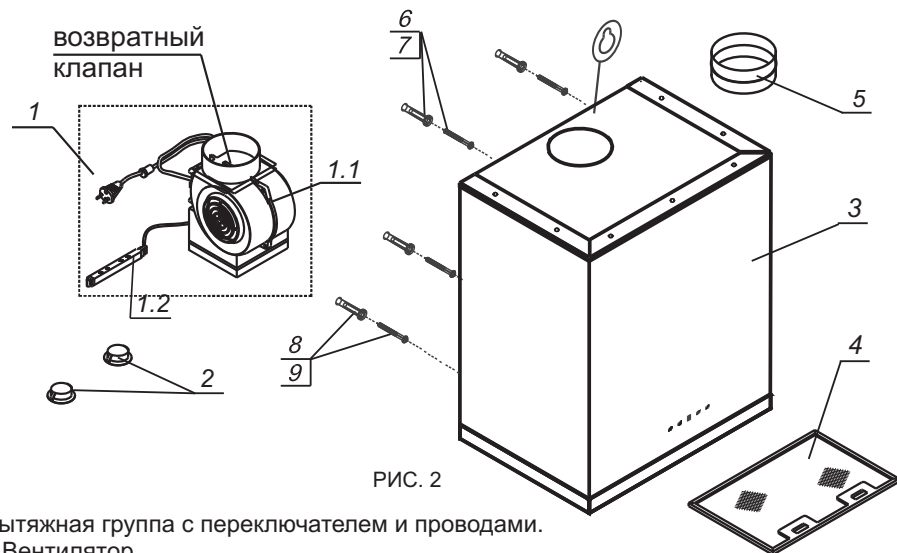

РИС. 2
1.4 Перед эксплуатацией вытяжного зонта убедитесь в том, что возвратный клапан, расположенный на горловине вентилятора (рис. 2), имеет свободный ход (легко поднимается вверх и опускается).
- проверьте соединение пластикового воздуховода с горловиной вентилятора и соединителем (поз. 8, рис. 2).